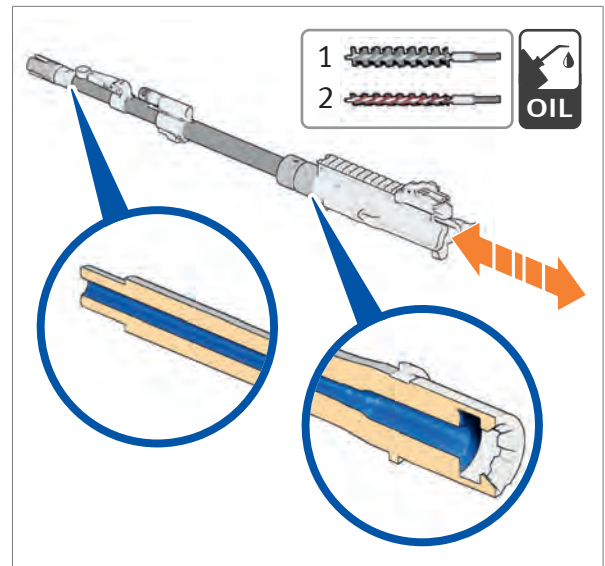

Abb. 106: Rohr reinigen
6. Eingölte Ölbürste durch das Rohr ziehen (Abb. 106).
13. Eingeeölte Rohr-Reinigungsbürste mehrfach durch das Rohr ziehen (Abb. 106).